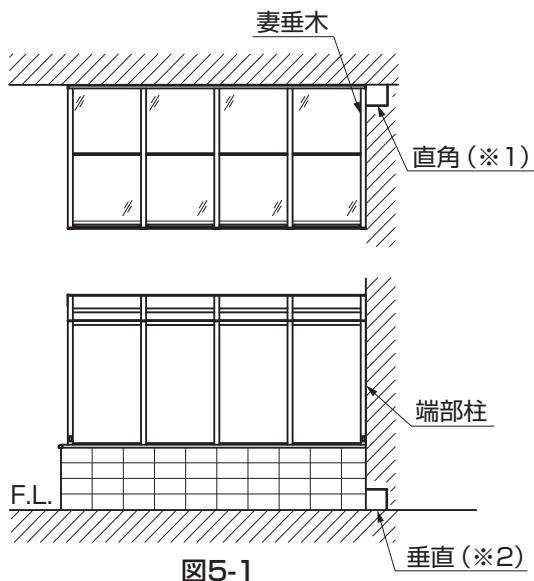
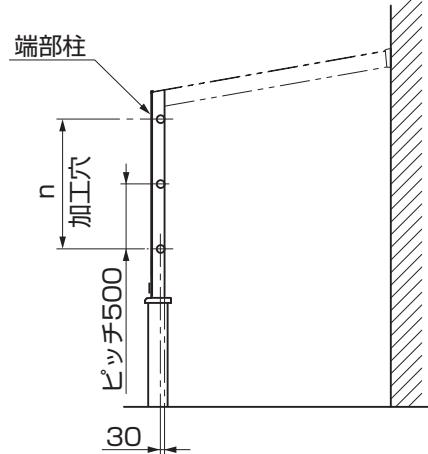

図5-1
図5-2
- 車体外壁の直角度(※1)、垂直度(※2)に狂いが生じている場合は、取付けることができませんので、修正してください。修正時の部材については、現場で手配してください。(図5-1参照)
①入隅側の端部柱に、 $\phi 10$ 、 $\phi 5$ の穴をあけてください。(図5-1、図5-2、表5-1参照)